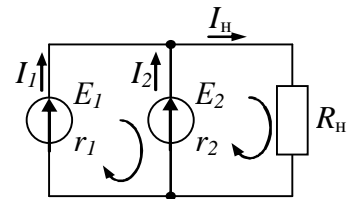

Рис. 1.7
**Розв'язок.** На рис. 1.7 наведена схема з'єднання джерел енергії і навантаження. Довільно обраний напрямок струмів показаний стрілками.
Для двох незалежних контурів за другим законом Кірхгофа складемо два рівняння. Напрямки обходу для обох контурів вибираємо однакові – за годинниковою стрілкою (вони показані стрілками на рис. 1.7).